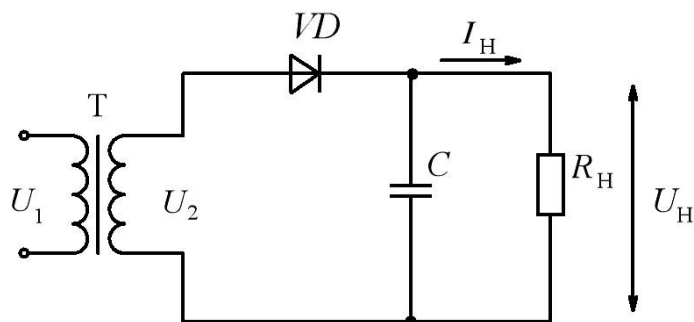

Рис. 6.1
1. В соответствии с вариантом вычерчиваем схему выпрямителя с фильтром (рис. 6.1).